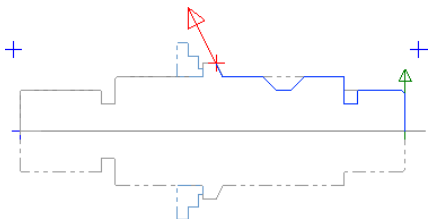

图 19.16 选取加工轮廓线
Step2. 定义加工轮廓。在该对话框中选中 ☒ **接续** 复选框，然后在图形区中依次选取图 19.16 所示的加工轮廓线。单击 ☒ 按钮，系统弹出“车床-精车 属性”对话框。